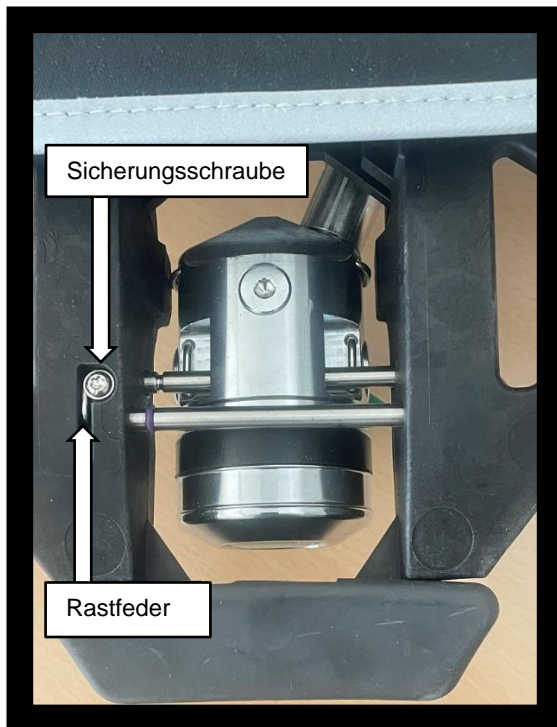

Abb. 3 – Rastfeder und Sicherungsschraube
1. Überprüfen Sie visuell, ob die Sicherungsschraube und die Rastfeder montiert sind (Abb. 3).